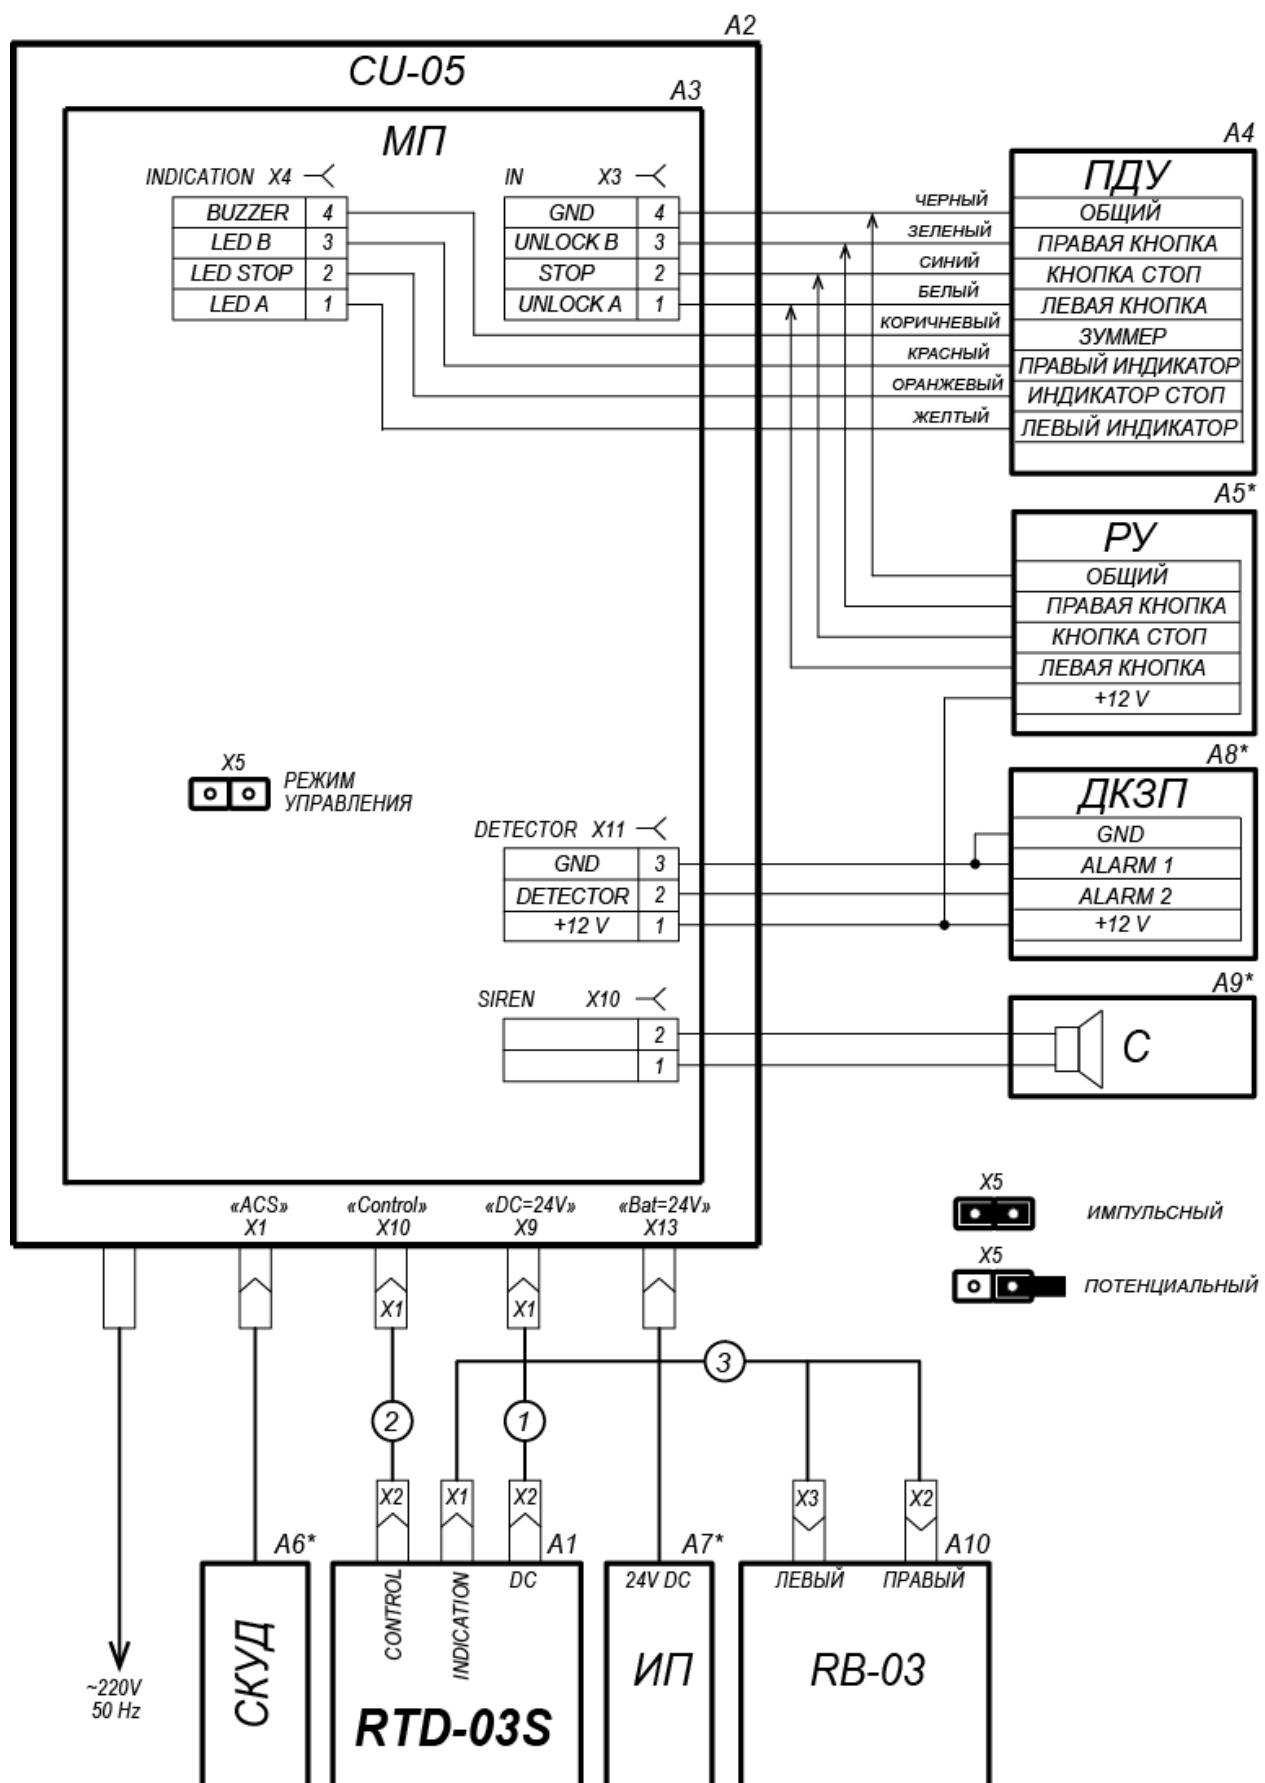

Рисунок 11. Схема электрическая соединений
3. Подготовьте в полу кабельные каналы для прокладки кабеля управления (10) и кабеля питания (11) и отверстия под анкеры M10 для крепления стойки турникета. Установите гильзы анкеров в выполненные отверстия так, чтобы они не выступали над поверхностью пола.
4. Извлеките из транспортировочного ящика и по кабельным каналам проложите от места установки БУ (8) кабели управления (10) и питания (11) к месту установки стойки турникета.
5. Извлеките из транспортировочного ящика стойку турникета и положите ее на заранее подготовленную устойчивую подставку. Подключите кабели управления (10) и питания (11) к соответствующим разъемам, расположенным на блоке кабельных разъемов (16) внутри стойки с фланцем (2) в соответствии со схемой электрической соединений (см. рис. 11). Для этого необходимо извлечь блок кабельных разъемов (16), из стойки с